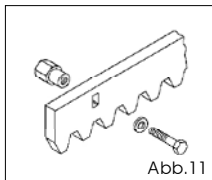

Abb.11
5.4.1. Zahnstange aus Stahl zum Anschweißen (Abb. 11)